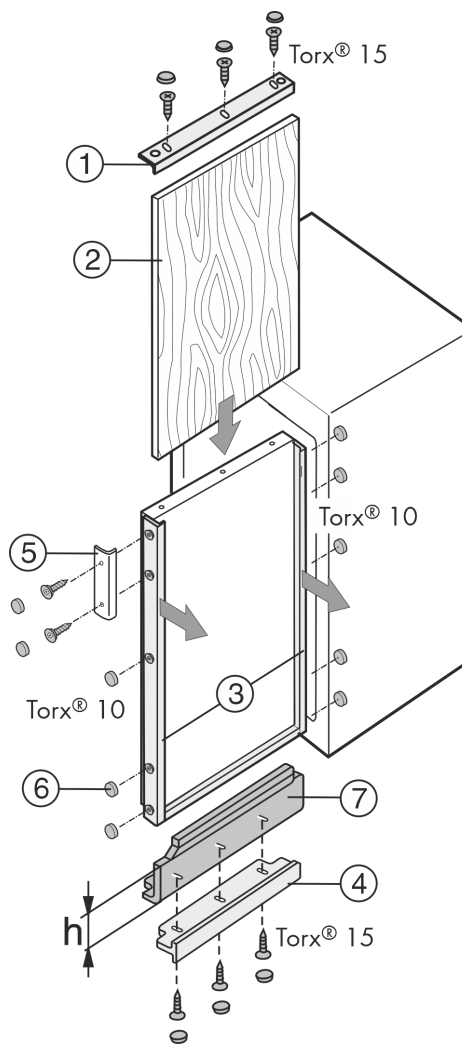

Fig. 42
Якщо є декоративна пластина, але її висота занадто мала, то її можна підігнати, використовуючи, козирки-компенсатори Fig. 42 (7) різної висоти.